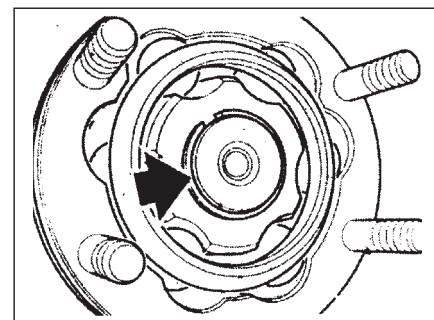

Рис. 17.12. Стопорное кольцо
• Заменить стопорное кольцо (1, рис. 17.12). Провернуть новое стопорное кольцо так, чтобы его концы попали в паз. Смазать посадочную поверхность под сальник на выходном фланце дифференциала маслом для редуктора ГП.